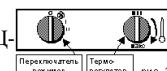

рис. 1
5.2. На рис.1 показана панель управления Line-2, Line-3, ТПЦ-2, ТПЦ-3, ТПЦ-5, ТПЦ-9 ТПЦ-15, ТПЦ-23.